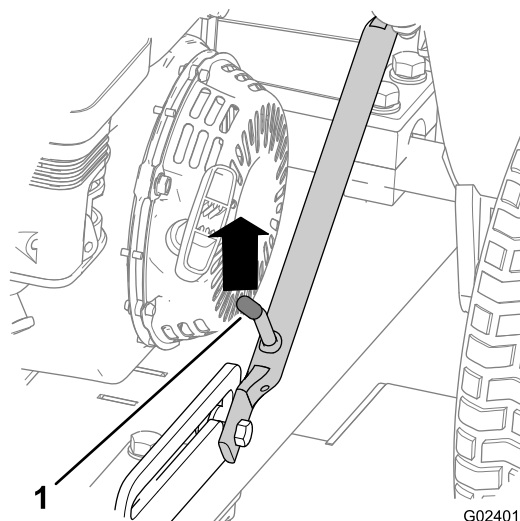

図 17
1. ラッチレバーがスライドディテントから外れるまで、ヒッチアセンブリを押し上げる 図 17。
5. ヒッチを上げて図 22、ラッチのレバーをスライドディテントにロックする図 17。